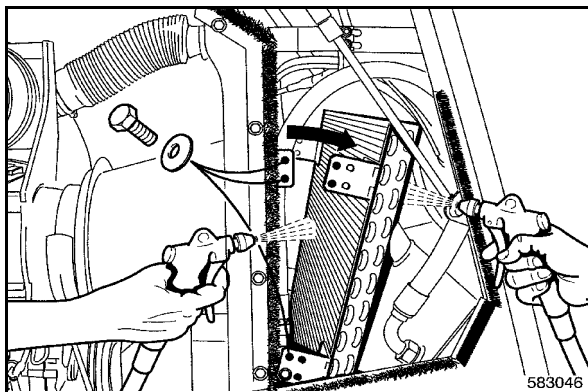

fig. 144
- Dévisser les vis de fixation du condensateur (fig. 144) puis le rabattre vers l'avant.